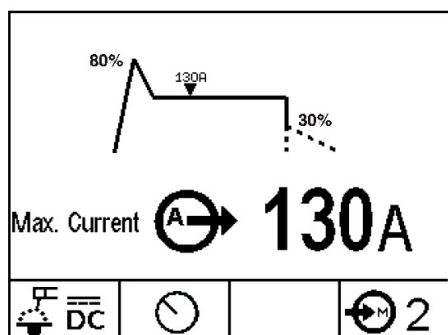

Figura B.4a
- Elettrodo (Vedi Figura B.4a)